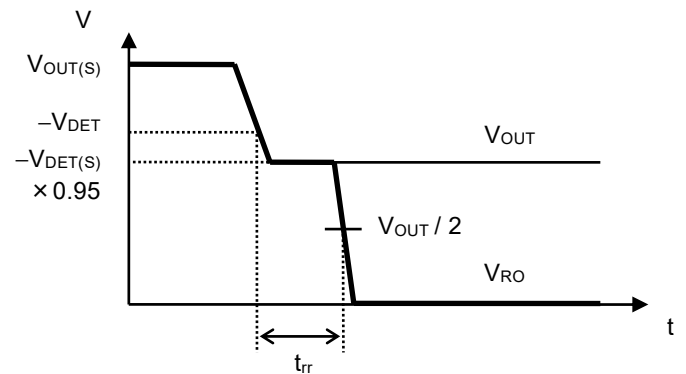

図5 リセット反応時間
*4. V_{OUT} が $-V_{\text{DET}}$ を下回ってから実際にRO端子の出力が反転するまでの時間 (図5参照)。